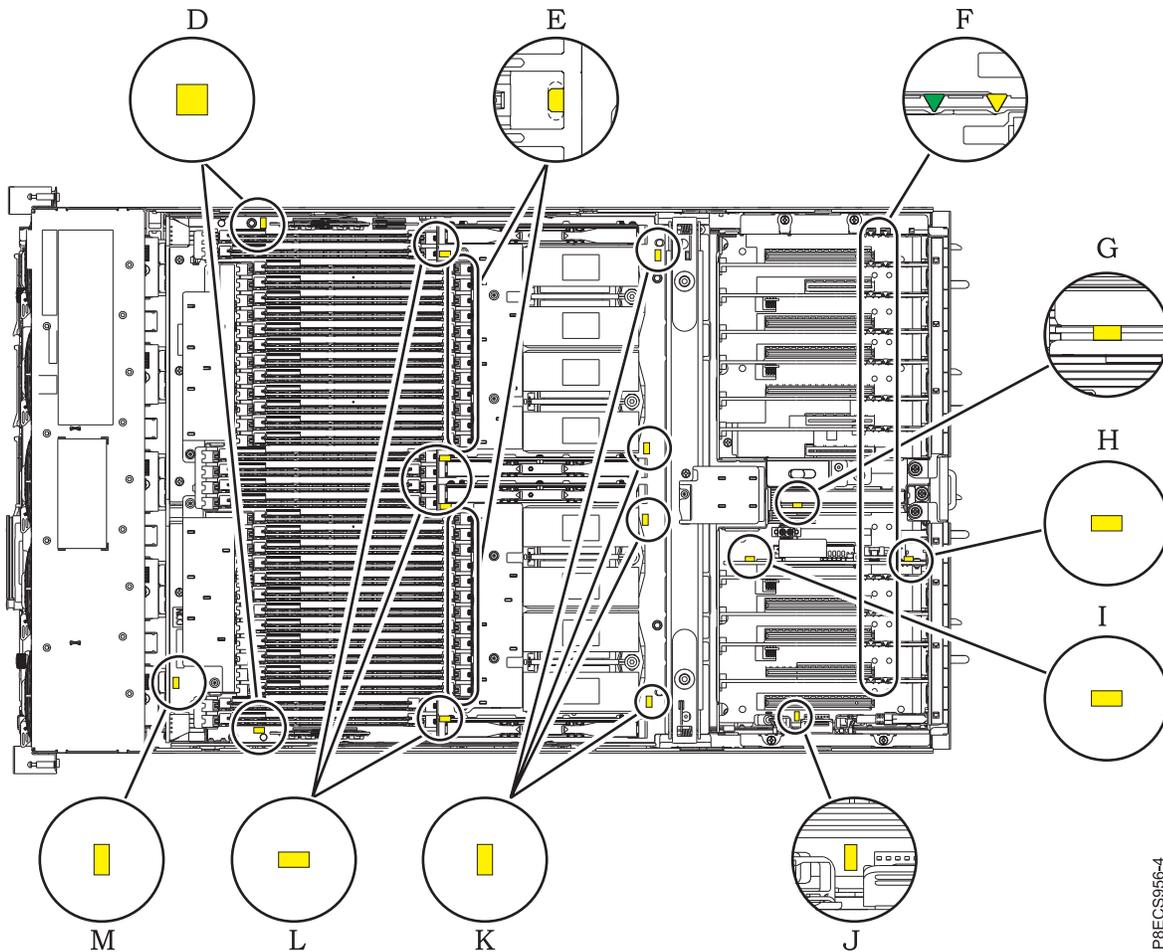

Abbildung 3. Serviceanzeigen-LEDs
3. Suchen Sie nach der gelben LED (J) des Systemprozessormoduls, das Sie gerade ausbauen. Siehe Abb. 3 auf Seite 6.